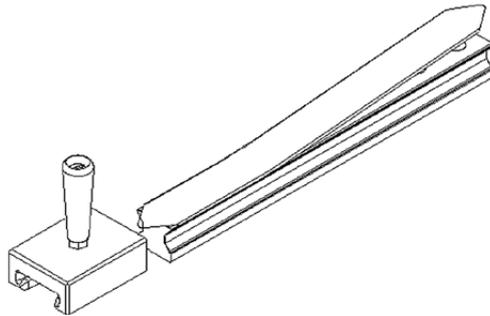

Abb. 5.21 **Montage Abdeckband mit Montagewerkzeug**
- ▶ Setzen Sie hierzu das jeweilige Montagewerkzeug, wie in Abb. 5.21 dargestellt, stirnseitig auf und schieben Sie es über die gesamte Schiene.